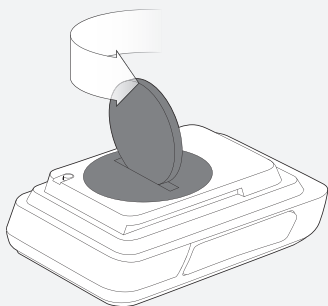

Figure 34. Retrait du cache de la pile.
Remplacez les piles des capteurs tous les 10 mois, ou dès que le compteur n'effectue plus la procédure d'appariement ou de connexion avec un capteur donné (Figure 34).
Avant de retirer la pile du compteur, notez les valeurs de Trajet et Totale. Lorsque la pile est retirée, le compteur se réinitialise automatiquement (effacement des réglages) et remet les valeurs totales des fonctions à zéro (0). Une fois la pile neuve installée (Figure 34), vous pouvez régler manuellement les valeurs totales.